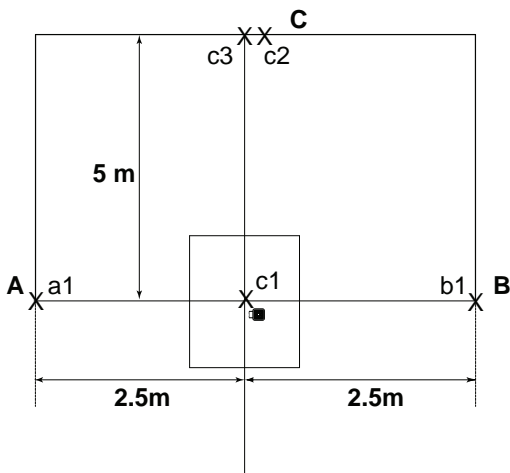

Figura 8
6) Marque como c3 o centro do raio vertical lateral na parede C, na mesma altura do ponto c2 (ver figura 8).